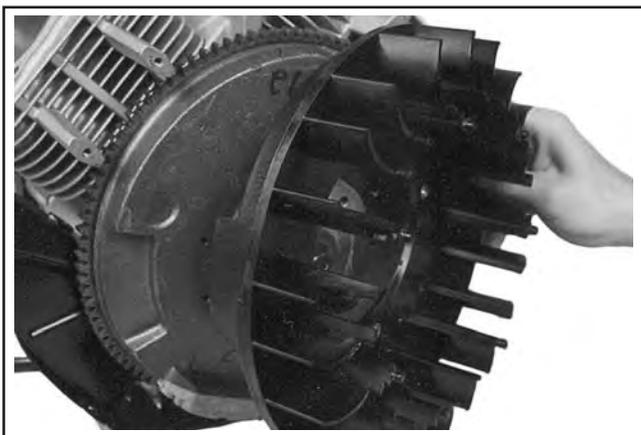

Abbildung 9-61. Abnahme des Lüfterrads.
2. Die vier geflanschten Sechskantschrauben und das Lüfterrad entfernen. Siehe Abbildung 9-61.